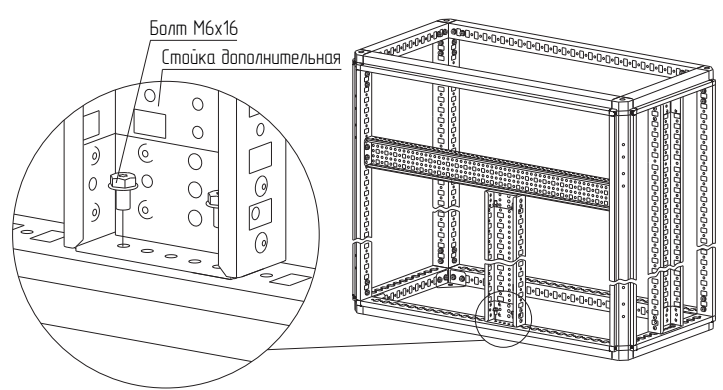

Рисунок 35
4.19.4 Установите стойку дополнительную на соответствующую ширину или глубину каркаса и закрепите болтами М6×16 (рисунок 35) Момент затяжки – 7 Н·м.